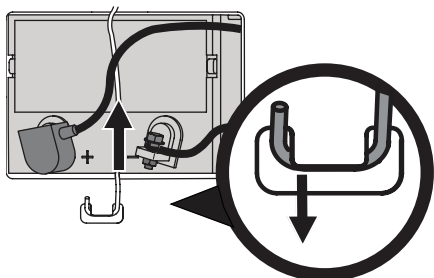

Figura 15
1. Extraiga el soporte de sujeción de la batería empujando el extremo de acoplamiento hacia afuera de la lengüeta de la tapa de protección que está a la derecha de la batería. Luego levante el soporte de sujeción de la batería para liberar la batería. Consulte la Figura 15.